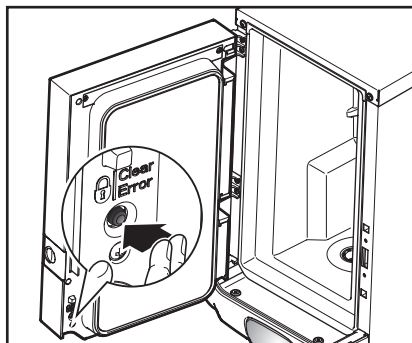

Bild 22
2. Tryck på knappen CLEAR/ERROR för att blockera serveringsfunktionen (bild 22).